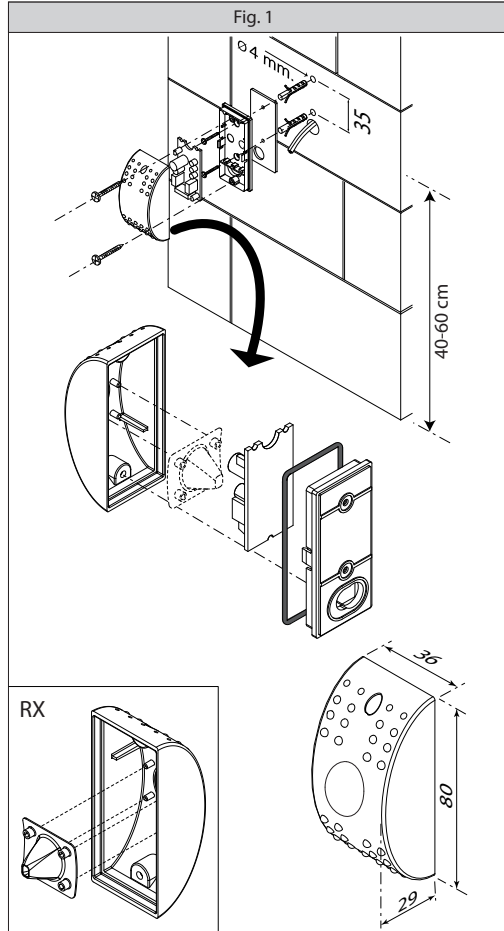

Fig. 4
- In the case where two pairs of photocells are installed close to each other, cross the RX-TX positions (fig. 4).
To connect more than one pair of photocells, connect the contacts of each RX receiver in series (fig. 4).
- Si on doit installer deux couples de cellules photoélectriques rapprochées, croiser les positions RX-TX (fig. 4).
Pour connecter plusieurs couples de cellules photoélectriques, mettre les contacts de chaque récepteur RX en série entre eux (fig. 4).
- Bei der Installation zweier einander angenäherter Fotozellenpaare kreuzen Sie die Positionen RX-TX (Abb. 4).
Werden mehrere Fotozellenpaare angeschlossen, so schalten Sie die Kontakte der einzelnen Empfänger RX untereinander in Serie (Abb.4).
- En el caso de instalación de dos pares de fotocélulas cercanos, cruce las posiciones RX-TX (fig.4).
Para conectar varios pares de fotocélulas, coloque los contactos de cada receptora RX en serie entre sí (fig.4).
La alineación correcta entre las fotocélulas se obtiene cuando el LED de la receptora RX (fig.4) se enciende y queda encendido incluso después de haber montado la tapa con lente de concentración. Si hubiera un obstáculo entre la fotocélula receptora RX y la transmisora TX, el LED se apaga y abre el contacto.
- No caso de instalação de dois pares de fotocélulas próximas, cruze as posições RX-TX (fig.4).
Para ligar vários pares de fotocélulas, coloque os contactos de cada receptor RX em série entre eles (fig.4).